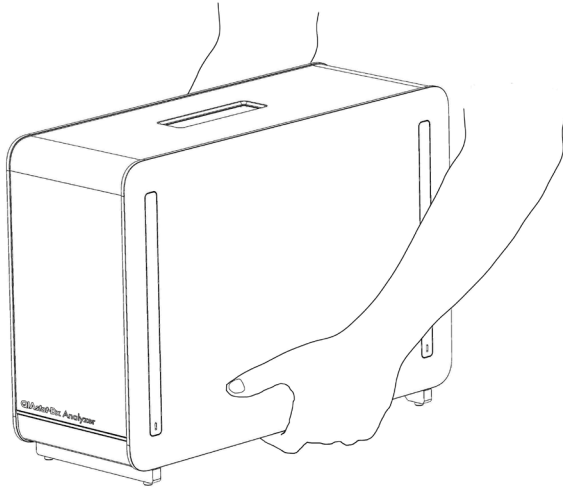

图 14. 正确处理分析模块。
**提示：**如下一页图 14 所示，必须使用双手将分析模块从底座抬高，然后再搬运。